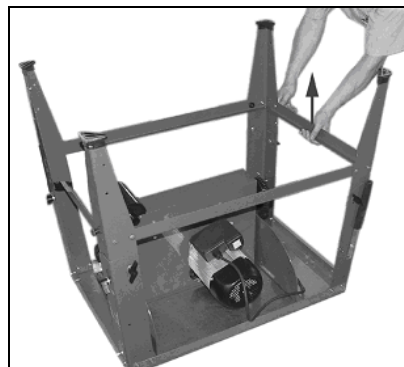

Fig 3
- Montieren Sie die Querstreben (Fig 3) und ziehen Sie die Muttern fest.